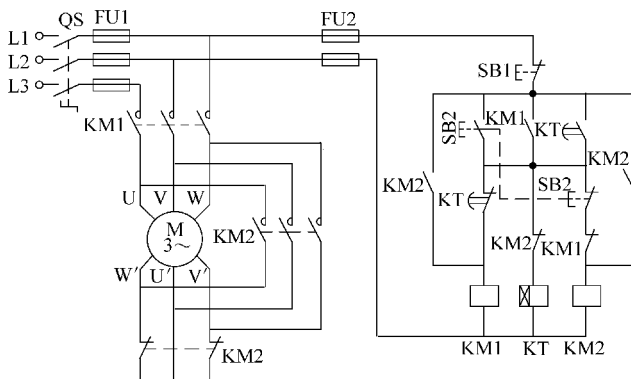

图 2-9 $\gamma - \Delta$ 减压起动控制电路
7. 试将图 2-9 中三相异步电动机 $\gamma - \Delta$ 减压起动的通电延时控制改为断电延时控制状态的电路图。